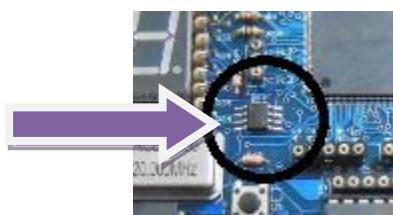

Figura 3
- Este modelo de FPGA, tal como a maioria dos modelos de fpgas não possui memória eeprom ou memória flash interna, dessa forma, depois de gravado, sempre que o mesmo for desligado ou resetado, o programa será apagado da memória, sendo necessário regravá-lo. Assim foi adicionada uma memória serial flash externa modelo **EPCS4** apresentada na figura 3, que armazenará o programa quando for gravado o arquivo .jic gerado do arquivo .sof, e toda vez que o FPGA for energizado, o mesmo buscará o programa na memória externa automaticamente e começará a executar o programa.